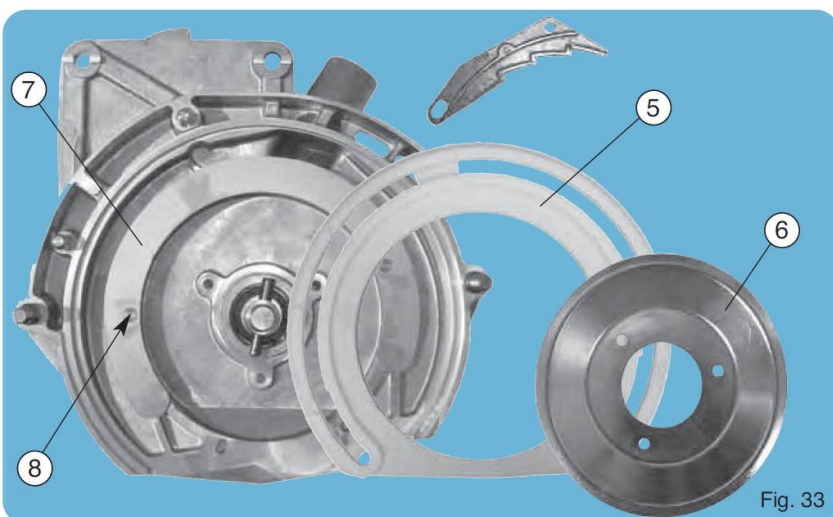

Fig. 33
Korona cierna z tworzywa sztucznego (5), na której obraca się tarcza, musi być płaska i w dobrym stanie. Zwykle, w normalnych warunkach pracy, wymiana korony powinna nastąpić po przepracowaniu od 500 do 1000 ha. Umieszczona w rowku i zablokowana tarczą wysiewającą (6) i jej 3 śrubami, nowy wieniec powinien być ostrożnie umieszczony w taki sposób, aby karby odcinka oparcia (7) (fig. 33) i korony, zostały dobrze umieszczone w ich rowku.